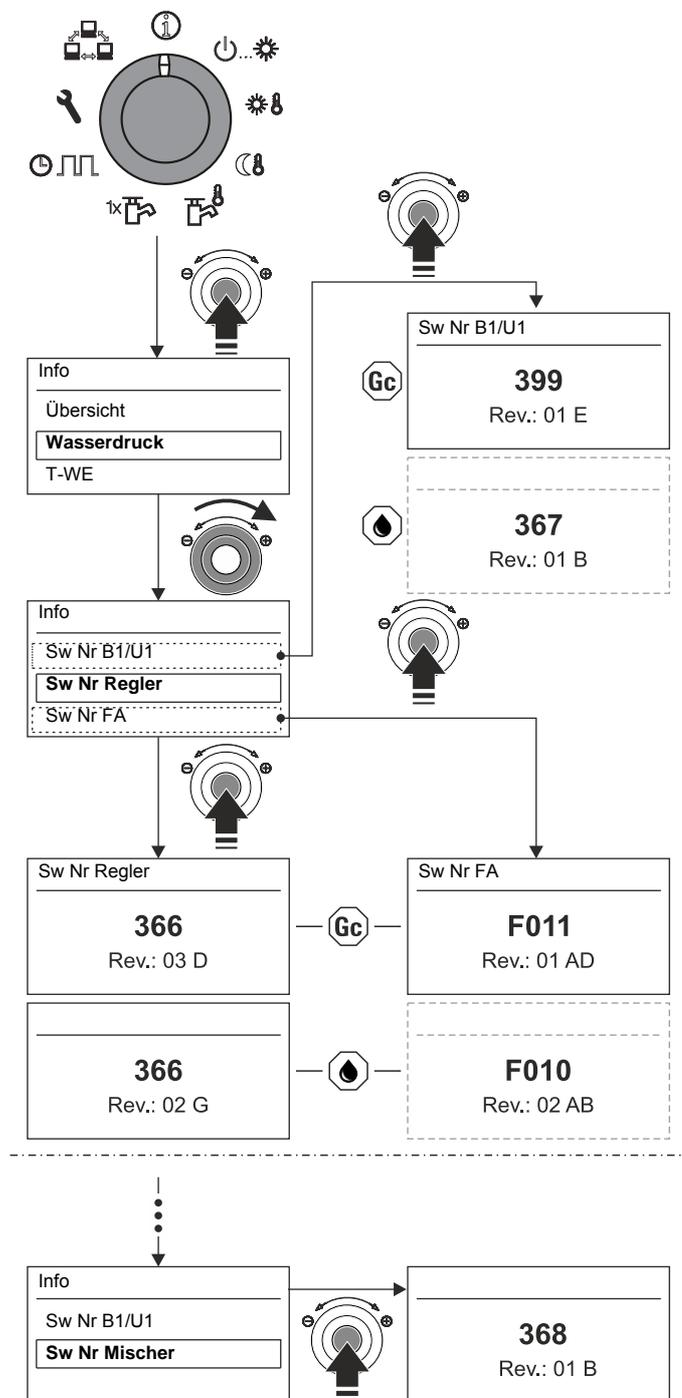

Bild 7-4 Softwareinformationen der Regelungskomponenten
Halten Sie dazu bitte die wesentlichen Gerätedaten bereit (Vorgehensweise siehe Bild 7-4):
- Softwareversionen (siehe Bild 7-4 von: